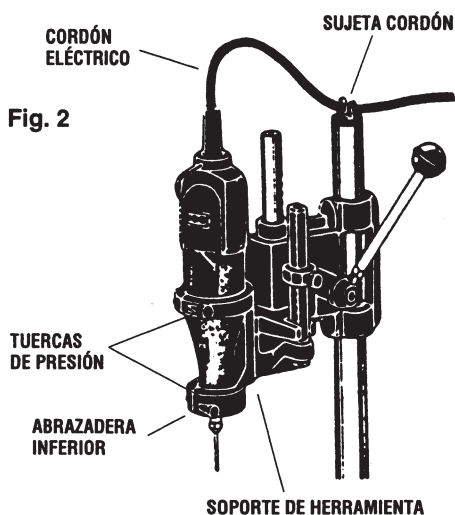

Fig. 2
- Introduzca la herramienta giratoria en el **SOPORTE DE HERRAMIENTA**. Con el bloqueo del eje y el interruptor mirando hacia el frente, asegure la herramienta giratoria apretando las dos **TUERCAS DE PRESIÓN**. (Ver la Fig. 2)